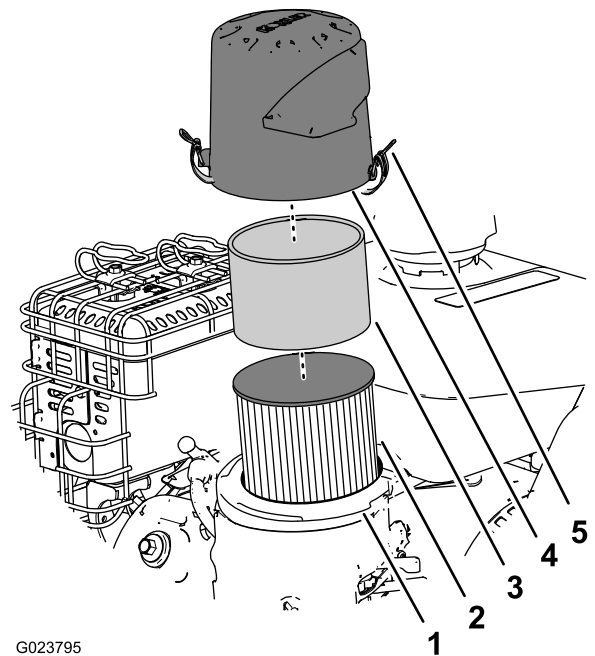

Bild 25
2. Entfernen Sie die Abdeckung und reinigen Sie sie gründlich (Bild 25).
3. Entfernen Sie den Schaumvorfilter, waschen Sie ihn in milder Seifenlauge und tupfen Sie ihn dann trocken (Bild 25).
4. Nehmen Sie den Papierluftfilter ab, prüfen Sie ihn (Bild 25) und werfen Sie ihn weg, wenn er zu stark verschmutzt ist.
6. Legen Sie den Schaumvorfilter auf den Papierfilter (Bild 25).
7. Befestigen Sie den Luftfilter am Luftfilterunterteil (Bild 25).